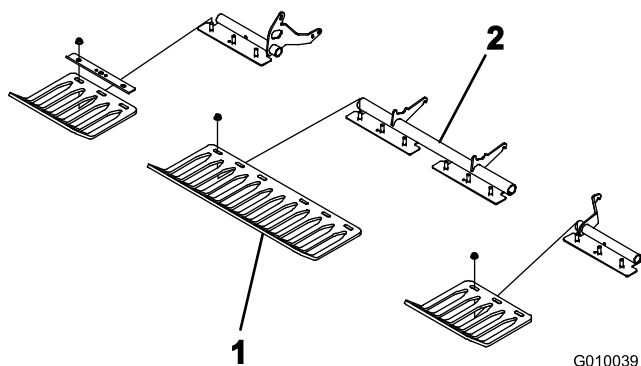

Figura 24
3. Instale provisionalmente los protectores de césped en los soportes de los protectores de césped con 4 abrazaderas y 12 tuercas con arandela prensada (Figura 24). No apriete los herrajes.
Nota: Las abrazaderas de los protectores de césped y las tuercas con arandela prensada se envían sujetos a los soportes de los protectores de césped (Figura 24).